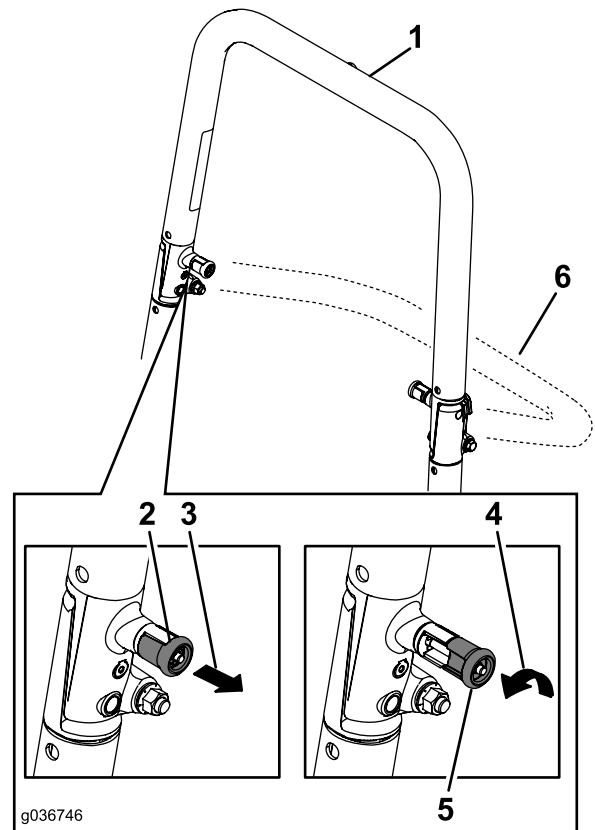

Figure 10
2. Tirez sur les deux boutons et tournez-les à 90 degrés pour les désengager (Figure 10).
3. Faites pivoter l'arceau de sécurité à la position abaissée (Figure 10).
1. Levez l'arceau de sécurité à la position d'utilisation et tournez les boutons de sorte à les déplacer partiellement dans les rainures (Figure 10).
2. Redressez complètement l'arceau de sécurité tout en poussant sur la partie supérieure; les goupilles s'engagent en position quand les trous sont en face (Figure 10).